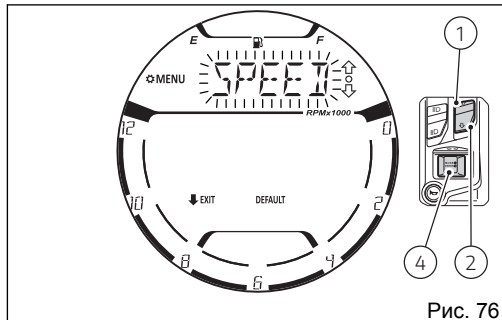
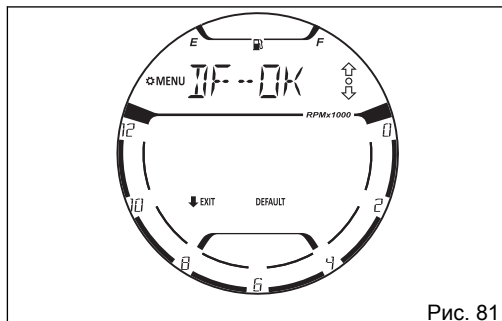

Рис. 76
Рис. 81
Выберите кнопками (1) или (2) мигающую надпись «SPEED» (Рис. 76), а затем нажмите на кнопку (4).
После этого на дисплей снова выводится мигающая надпись «SPEED» (Рис. 76).
На дисплее в течение 2 секунд будет отображаться индикация «WAIT..». В течение последующих 2 секунд будет отображаться надпись «DF - OK» (Рис. 81), указывая, что все единицы измерения были восстановлены. После этого на дисплей снова выводится мигающая надпись «SPEED» (Рис. 76).